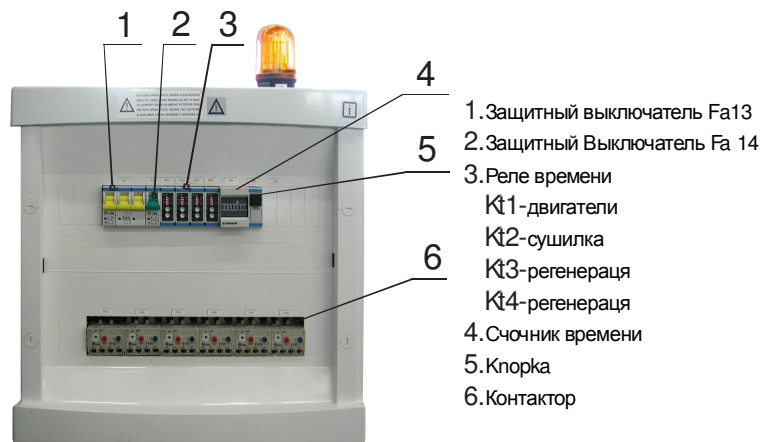

Рис. 2 Распределительный шкаф DOMINO DK506x2VT/M
После включения реле давления SP (6), предохранителей FA13 (1) и FA14 (2) (рис.1 и рис.2.) в положение I, постепенно компрессорные агрегаты запускаются в действие (агрегаты во втором ряду или на втором стеллаже с задержкой по времени на 1 сек., установленной на реле времени KT1 (3)). В качестве главного выключателя служит предохранитель FA13.